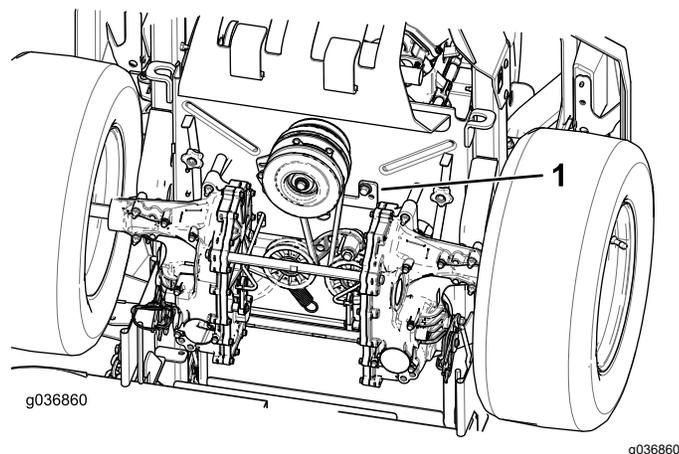

Рисунок 64
- Зніміть обмежувач ходу вимикання зчеплення (Рисунок 64).
- Встановіть обмежувач ходу вимикання зчеплення (Рисунок 64).